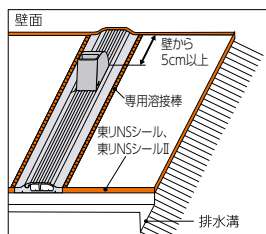

図6
接着剤が完全に硬化した後、東リNSシール(もしくは東リNSシールII)にて端部処理を行ってください。(図6)
① NSパス蓋付上で、壁から5cm以上離れた場所且つ歩行の妨げとならない場所をNSパス用ホース固定材の取付け位置とし、その場所の油、水分、埃等を除去してください。(図6)